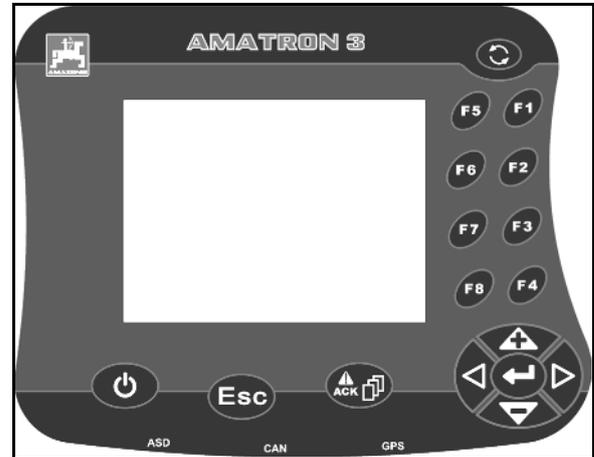

Fig. 43
6. Rolos rígidos atrás (Fig. 43/1)
- o montar e fixar com o pino de fixação de mola (Fig. 43/2) no orifício de alinhamento que se encontra mais em baixo, ou
Ao montar os rolos rígidos prestar atenção para que a cavilha (Fig. 43/3) passe através do orifício do quadro, mantendo assim os rolos no sentido longitudinal.